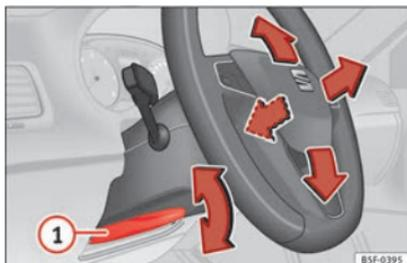

Fig. 19 Palanca en la parte inferior del lateral izquierdo de la columna de dirección.
- Ajustar la posición del volante: tire de la palanca » » **fig. 19** ① hacia abajo, mueva el volante hasta la posición deseada y vuelva a subir la palanca hasta el punto de cierre.